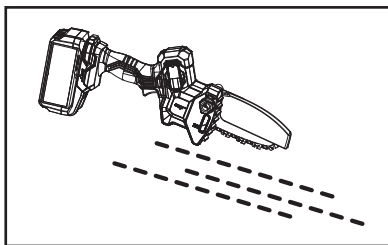

Fig. 11
1. S'assurer que le guide-chaîne (16) et la chaîne (15) sont en place avant de vérifier la lubrification.
2. Démarrer le produit, le laisser tourner à vide, puis vérifier si la chaîne est lubrifiée, comme illustré (Fig. 11, 12).